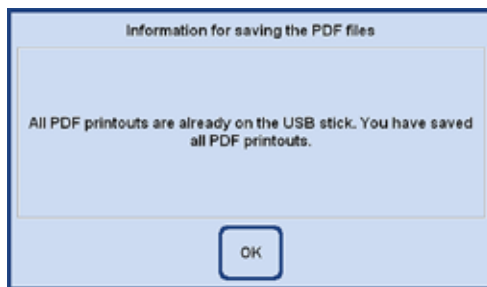

Рис. 122
- Программное обеспечение прибора проверяет, имеются ли на носителе все PDF-отчёты, сохранённые в приборе. Если это так, сохранение не производится и выводится сообщение об этом (рис. 122).